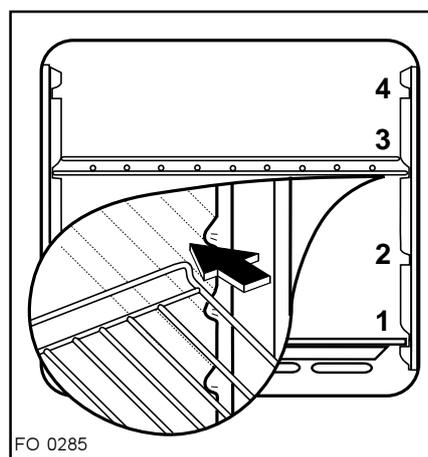

Fig. 6
**Assurez-vous que les grilles soient insérées de façon correcte (voir Fig. 6).**